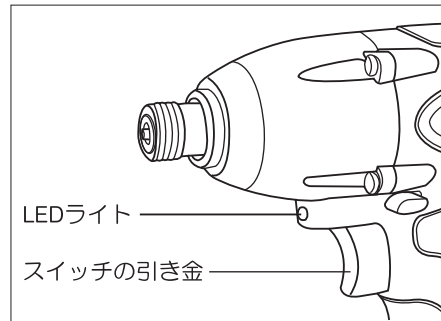
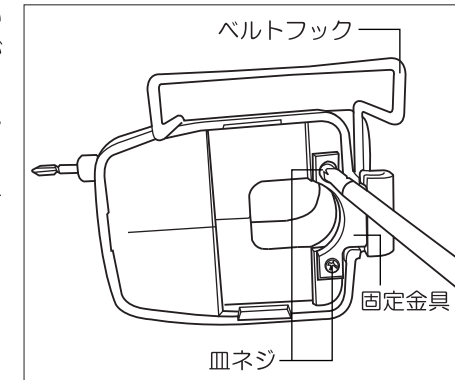

図4
図6
●スイッチの操作(図4参照)
- 本機のスイッチの引き金上部にLEDライトがついています。(図4参照)
- ①バッテリーパックを外します。(7ページバッテリーパックの取外し参照)
- ②固定金具のネジ(2個)を左に回してゆるめてから、固定金具を取り外してください。(図6参照)